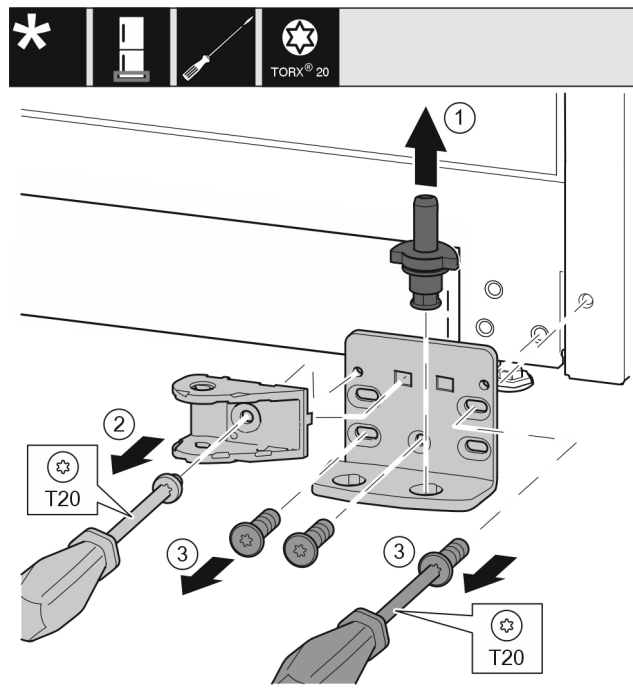

Fig. 23
- ▶ Estrarre completamente verso l'alto i perni di supporto. Fig. 23 (1)
- ▶ Svitare la vite con il cacciavite T20 e rimuovere il collegamento dell'ammortizzatore di chiusura. Fig. 23 (2)
- ▶ Svitare le viti con il cacciavite T20 e rimuovere il blocco di supporto. Fig. 23 (3)